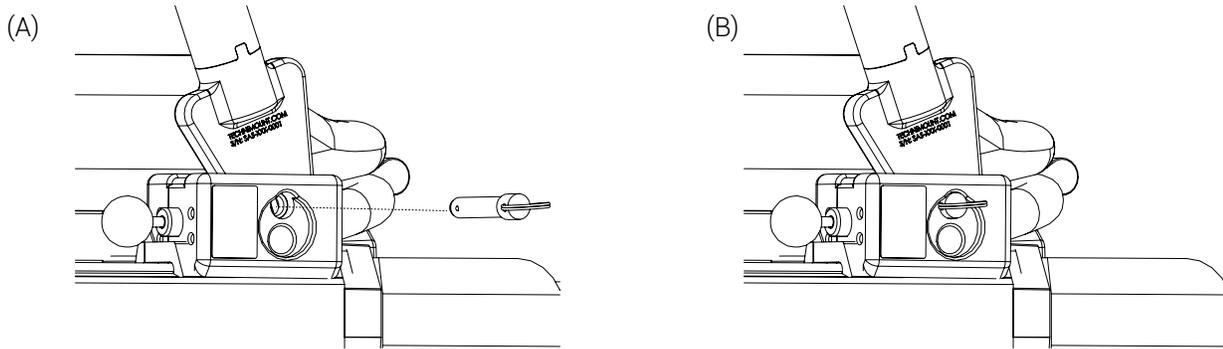

Figure 24: Goupille de verrouillage installée
4. Réinsérer la goupille de verrouillage. Pousser la goupille de verrouillage jusqu'à ce que l'anneau soit plat contre la paroi du bloc d'ancrage (Figure 24).